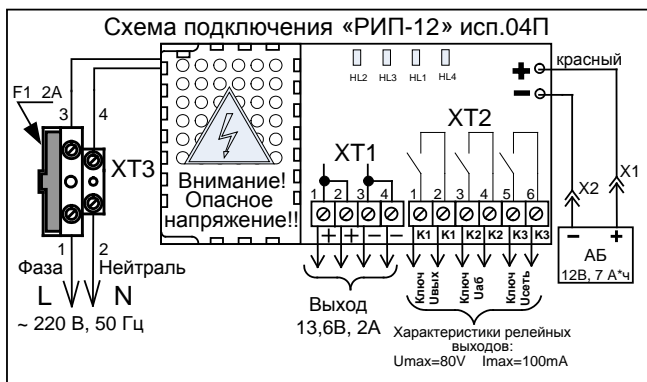

Рисунок 3. Схема подключения «РИП-12 исп.04П»
При подключении проводов внешнего питающего напряжения 220 В к сетевой колодке необходимо соблюдать правильность подключения «фаза» и «нейтраль». Подключение цепей к РИП производить в соответствии с рис. 3.
2.3.1 Проверить правильность произведённого монтажа в соответствии со схемой подключения «РИП-12 исп. 04П» (рис. 3).
2.4.7 При необходимости организации дистанционной сигнализации наличия сетевого напряжения, выходного напряжения и напряжения батареи подключить выходы оптореле К1, К2 и К3 к шлейфам сигнализации приборов согласно рис. 3. Состояния цепей оптореле приведены в таблице 1.